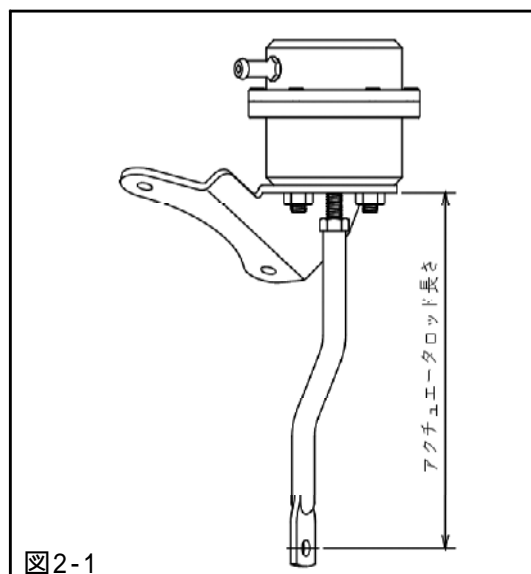

図2-1
アクチュエータロッド長(図2-1)が短くなるようにターンバックルを回転させると過給圧が上がる
アクチュエータロッド長(図2-1)が長くなるようにターンバックルを回転させると過給圧が下がる
- ・スプリングを交換した場合、「スイングバルブ開き始めの圧力」と「アクチュエータロッド長さ」の関係が変わります。スイングバルブ開き始めの圧力を確認しながら過給圧の調整を行なってください。(図2-1)
- (2) アクチュエータロッドを引っ張らずにターボチャージャAssyに取付けられる長さにターンバックル(ロッドアクチュエータ、ロッドエンド)を調整してください。
- (3) (2)であわせた長さからネジ1回転分短くなる方へ、アクチュエータロッドを回転させてください。